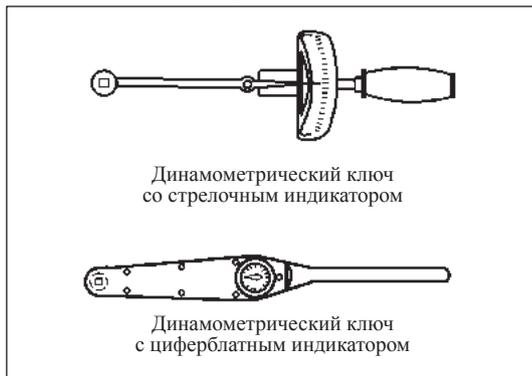

Рис. 1-3-3. Динамометрические ключи
8. Строго соблюдайте момент затяжки болтов и гаек. Для этого используйте динамометрические ключи (см. рис. 1-3-3).